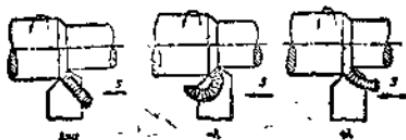

图10 用负倾角来断屑。
2. 采用负倾角($-\lambda$)的车刀来折断切屑(图10)。